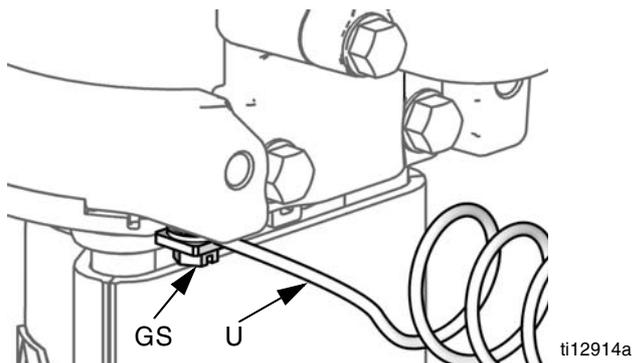

Рис. 2: Провод заземления
См. Рис. 2. Убедитесь в том, что винт заземления (GS) прикреплен и надежно затянут на пневмодвигателе. Подсоедините другой конец провода заземления (U) к надежной линии заземления.